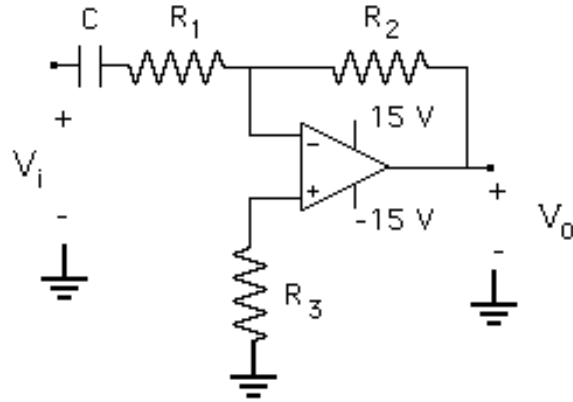

Figura 9.3.- Filtro pasa-alto activo
9.- Haga el diagrama circuital completo en SPICE del filtro pasa alto activo mostrado en la Figura 9.3 con los valores indicados por su profesor, y realice un análisis AC SWEEP en SPICE para obtener una gráfica de la salida en función de la frecuencia, con una señal de entrada de 1 V de amplitud y un rango de frecuencias de 10 Hz a 1 MHz.
10.- Modifique la ubicación del condensador como se indica en la Figura 9.3 para obtener el filtro pasa alto activo. Mida la amplitud de la ganancia de voltaje (V_o/V_i) y el desfase entre V_o y V_i para el filtro pasa alto, utilizando los métodos indicados anteriormente. Asegúrese de tomar varios puntos alrededor de la frecuencia de corte del filtro. Anote los resultados obtenidos en la siguiente tabla y registre sus comentarios al final de esta sección.